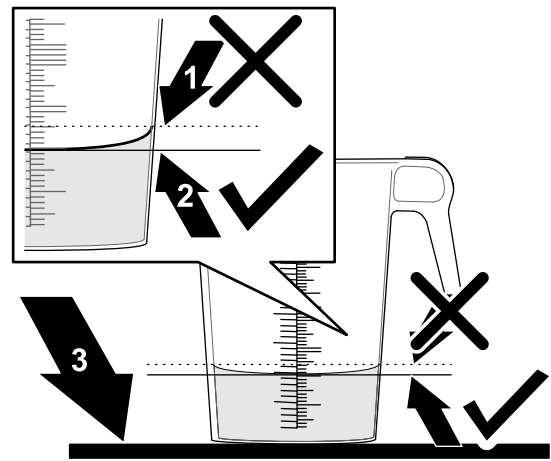

Figura 42
6. Coloque o recipiente graduado numa superfície nivelada e anote o volume do fluido (Figura 42).